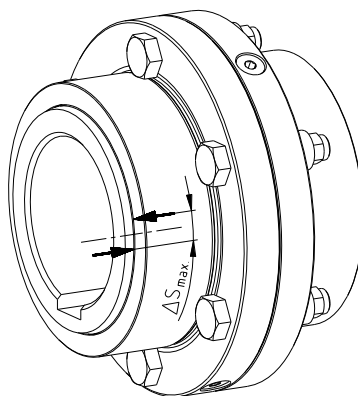

Bild 46: Kennzeichnung der Nabe und Hülse
- Kennzeichnung an Hülse (Bauteil 2) und Nabe (Bauteil 1) anbringen (siehe Bild 46).